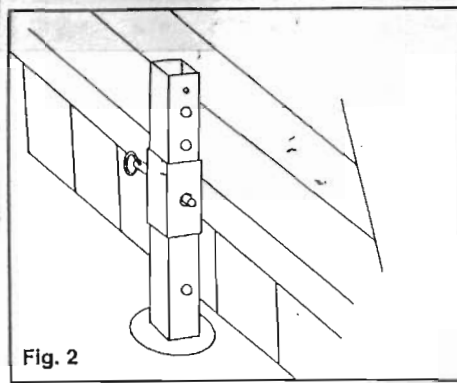
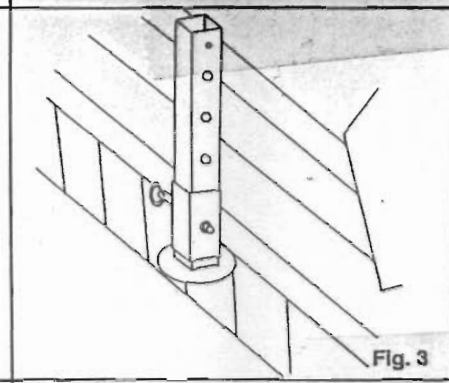

Fig. 2
Fig. 3
- 6. FOR STORAGE AND FITTING OF THE MACHINE STORE LEVEL (FIG 2 & FIG 3).**